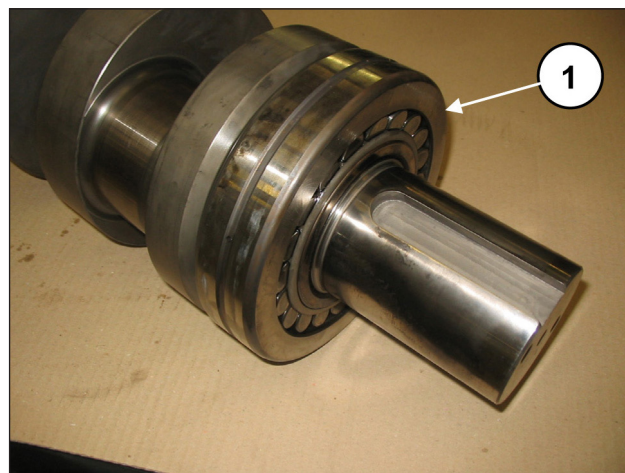
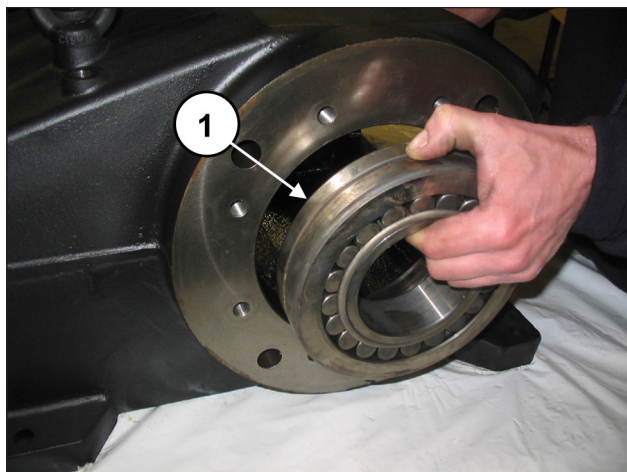

Fig. 42
Fig. 43
Pré-monte o rolamento do lado PTO no eixo até o batente (pos. ①, Fig. 42) e monte o rolamento no lado oposto no cárter (pos. ①, Fig. 43).
O rolamento na Fig. 43 tem o anel interno cônico. Verifique se a conicidade vai da parte externa para a interna para permitir a inserção seguinte do casquilho.